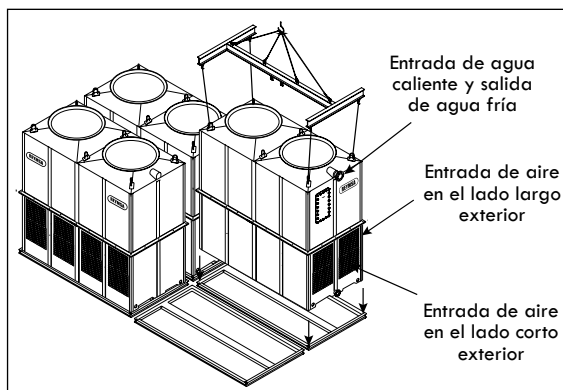

Figura A-77: Orientación -X, Levantamiento e instalación del tercer módulo T2 (RTM o RTPM)
- D. Repita los pasos A, B y C para instalar los módulos restantes. Ponga atención en el acomodo de los módulos. Cada módulo de la torre está identificado alfabéticamente con una etiqueta, ver Figura A-77 y A-78.